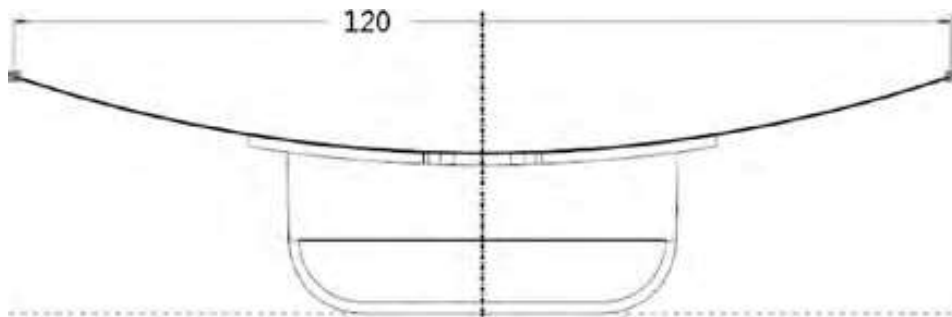

图4-32 水平尺寸为120mm
Step 14 单击“尺寸”按钮，标上两个端点之间的水平尺寸为120mm，如图4-32所示。